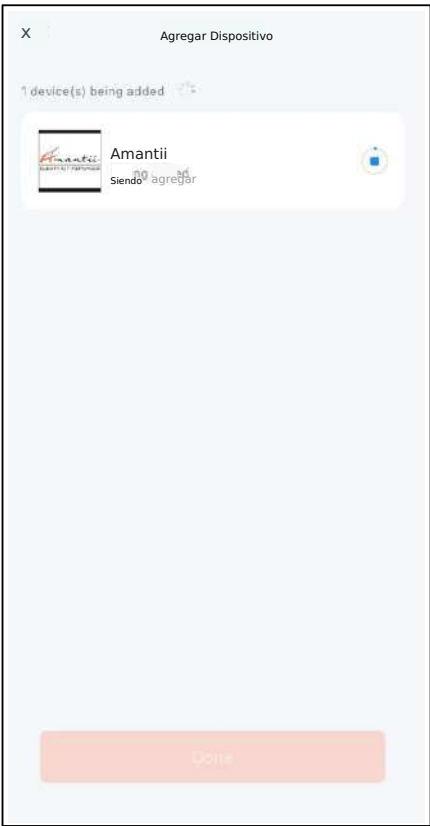
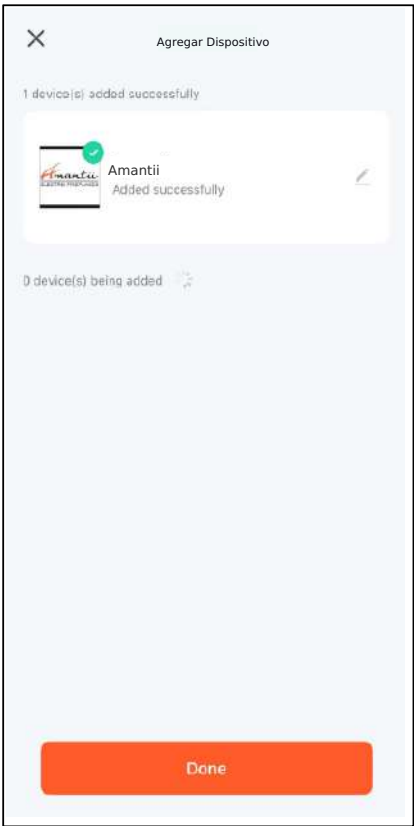

FIG.10
FIG.11
5. Descargue el dispositivo (FIG. 10). Toque “Hecho” (FIG.11) para operar la chimenea vía Wi-Fi (FIG.12).